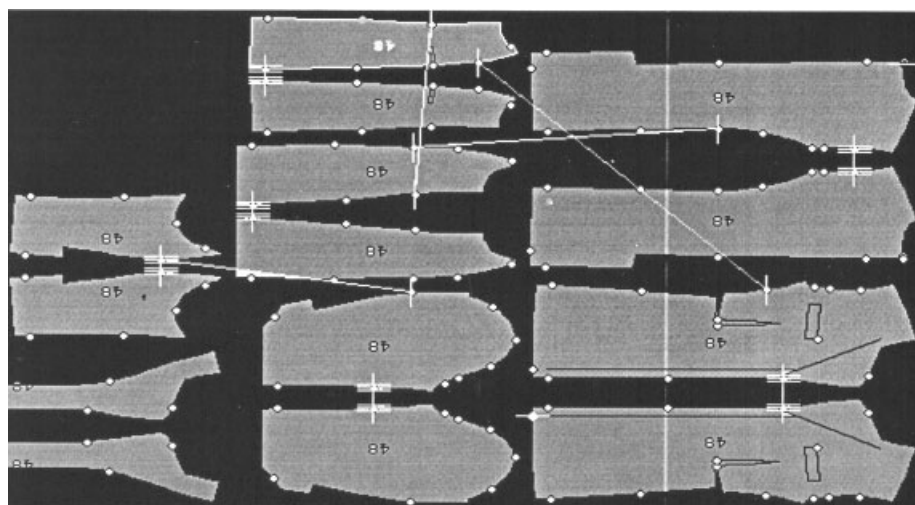

Рис. 3.40. Вид связанных деталей
- тройная – соответствует симметричной привязке (рис.3.40).